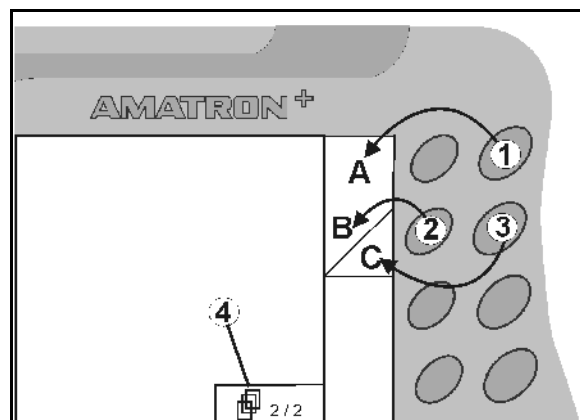

Рис. 8
- Для отображаемых на дисплее квадратных полей назначена только правая кнопка (Рис. 8/1) функционального поля (Рис. 8/А).
- левая кнопка (Рис. 8/2) относится к верхней левой части (Рис. 8/В) функционального поля
- правая кнопка (Рис. 8/3) относится к нижней правой части (Рис. 8/С) функционального поля
• Переход к следующим пунктам меню, возможен только при появлении на дисплее данного символа (Рис. 8/4)